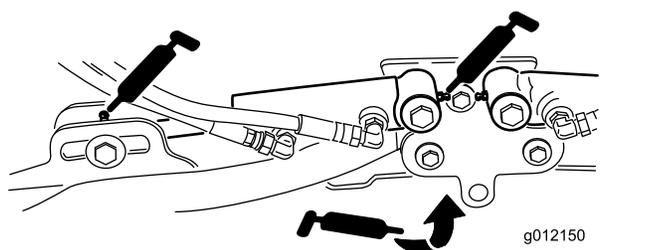

図 107
- 昇降アームのピボット各アームに1ヶ所 **図 107**
- 昇降アームのシリンダ各カッティングユニットの2ヶ所 **図 107**